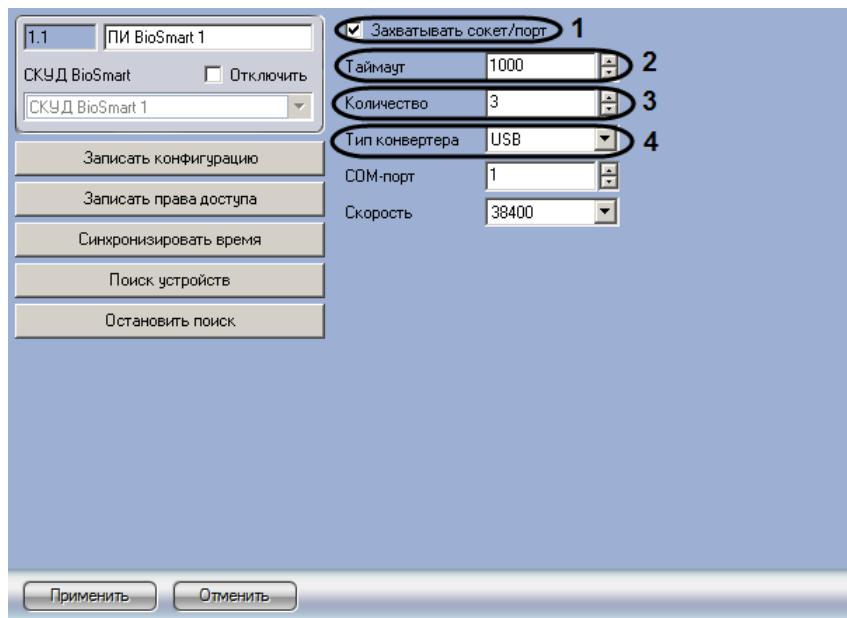

Рис. 3.3—2 Настройка подключения контроллеров BioSmart
2. В случае, если необходимо запрещать другим устройствам использовать сокет или порт, используемый СКУД BioSmart (в зависимости от типа подключения), установить флажок **Захватывать сокет/порт** (см. Рис. 3.3—2, 1). В случае, если данный флагок не установлен, другие устройства будут иметь возможность пользоваться данным сокетом/портом.
3. Ввести период времени в миллисекундах, в течение которого сервер будет ожидать отклика от устройства, в поле **Таймаут** (см. Рис. 3.3—2, 2).